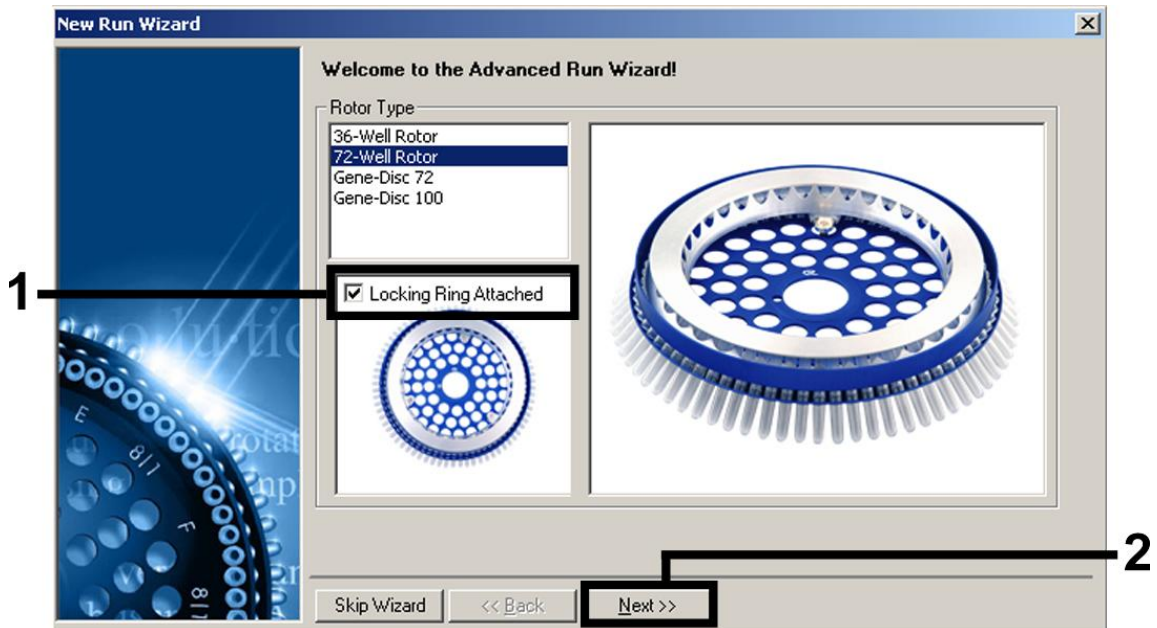

Figure 7. Boîte de dialogue « New Run Wizard ».
Définition des paramètres généraux d'analyse	Figures 7, 8, 9
4. **Commencer par ouvrir la boîte de dialogue « New Run Wizard » (assistant de lancement d'un nouveau cycle) (figure 7). Cocher la case « Locking Ring Attached » (anneau de blocage posé) et cliquer sur « Next » (suivant).**